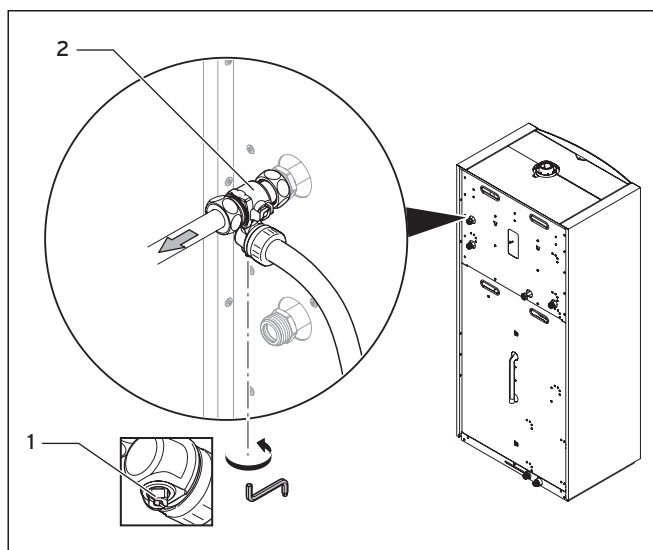

Abb. 7.19 Wartungshahn am Speichervorlauf schließen
- Wenn Wasser blasenfrei aus dem Spülschlauch zurückkommt, schließen Sie den Wartungshahn (1) am Speichervorlauf (2) (→ **Abb. 7.19**).